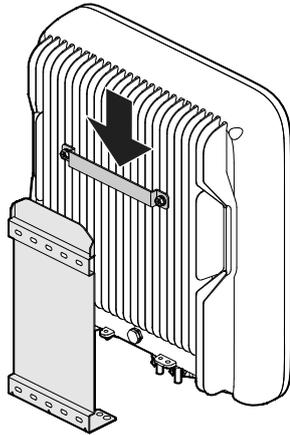

Figura 3-11 Acomode el inversor en el soporte de instalación
Paso 5 Levante el inversor y acomódelo en el soporte de instalación, como se muestra en Figura 3-11.